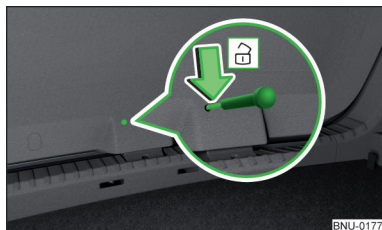

Fig. 335
- › Introduceți în orificiul din capitonajul capotei » fig. 335 o șurubelniță sau o altă unealtă asemănătoare, până la capăt.